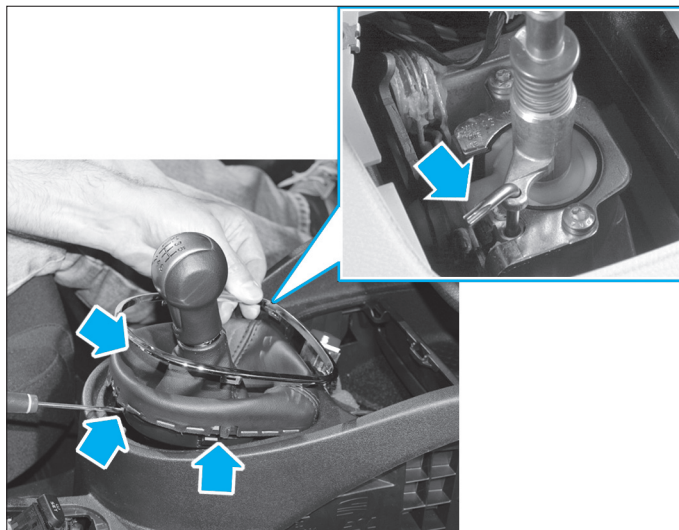

Fig. 14
- Dégrafer l'enjoliveur de levier de vitesses et le rabattre vers le haut (Fig.14).